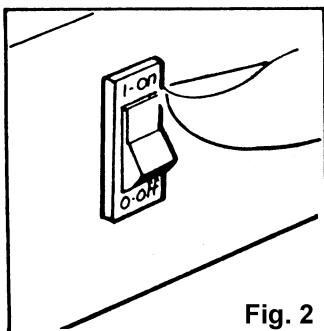

Fig. 2
- Posicionar o interruptor da hélice no 1 (Fig. 2) e verificar que a hélice gira.